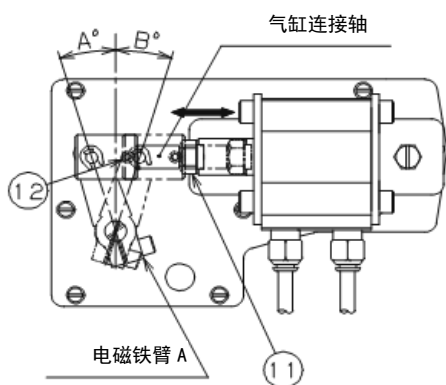

Fig.11
使膝部开关（组件）动作，气缸即会运动。这时，需通过目视确认电磁铁臂 A 的动作角度 A, B 是否均等。如果不均等，将气缸连接轴螺母⑪（1 处）及电磁铁套环固定螺丝⑫（1 处）拧松，旋转气缸连接轴进行调整，使电磁铁臂的动作角度 A, B 均等。调整后，将气缸连接轴螺母⑪（1 处）及电磁铁套环固定螺丝⑫（1 处）拧紧。（Fig.11）